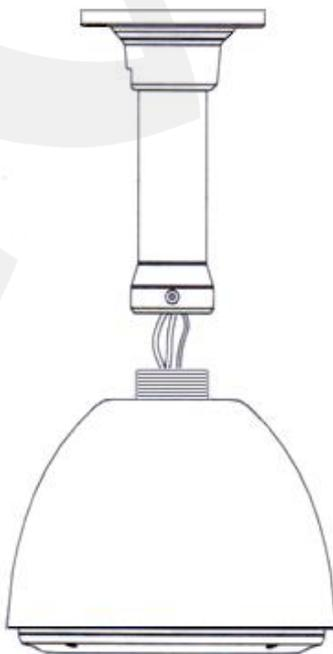

Рис. 4.4
**Шаг 2:** обмотайте резьбу защитного кожуха достаточным количеством ленты ФУМ из комплекта поставки для обеспечения герметичности резьбового соединения с кронштейном. Проденьте кабель через кронштейн, вкрутите в него защитный кожух до упора и зафиксируйте резьбовое соединение винтом (Рис. 4.4).